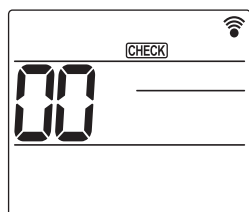

Fig. 7-8
- ① Включите питание блока как минимум за 12 часов до тестового прогона.
- ② Нажмите и удерживайте кнопку **MENU** в течение 5 секунд. (Fig. 7-8) (Выполняйте эту операцию, когда дисплей пульта дистанционного управления выключен.)
- ③ Нажмите кнопку **MENU**.